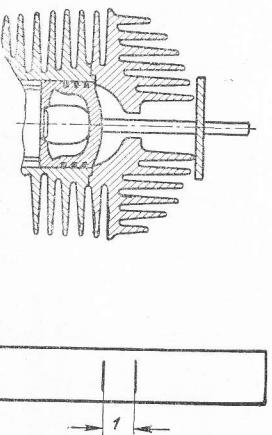

Рис. 69. Установка опережения зажигания:
1. Втыкнем свечу, а в отверстие вставим прибор, указывающий положение поршня в цилиндре. Этим прибором может быть индикатор часового типа с резьбой, соответствующей резьбе свечи, или глубиномер. Можем сами изготовить простой измеритель из достаточно толстой пластины (рис. 69). Вложим эту пластину в цилиндр так, чтобы ее конец уперся в поршень.